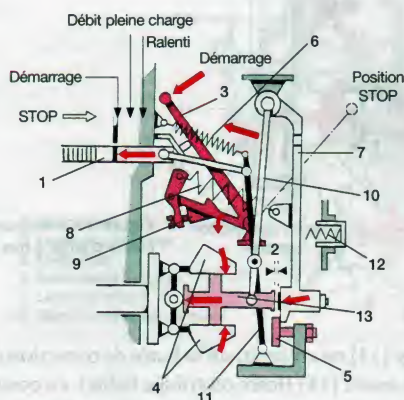

Figure 93.1. Régulateur RSV, position démarrage
Masselottes (4) au repos, levier de commande (3) en accélération maximale (angle α), levier de tension (7) en *butée* de pleine charge (5), le ressort de démarrage (6) amène la *tige de réglage* (1) en position « débit de démarrage » (la course (2) de la douille de guidage (13) en supplément du débit de pleine charge) (fig. 93.1).